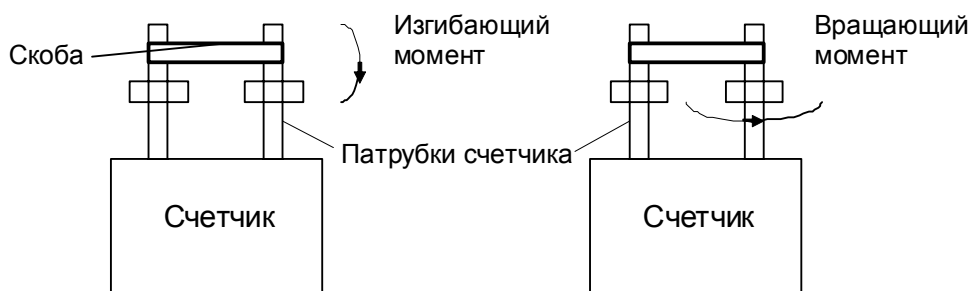

Рис. 2
- 4.1. На трубопровод должны быть приварены соосно с трубопроводом и параллельно друг другу две трубки с накидными гайками (для обеспечения соосности сварка проводится с помощью специального кондуктора). Для обеспечения заданного межосевого расстояния между трубами на трубопроводе крепится скоба (см. рис. 2), которая воспринимает изгибающие усилия от трубопровода и обеспечивает отсутствие на патрубках счетчика изгибающих усилий.
- 4.7. При установке счетчика изгибающий момент, который может возникнуть на патрубках счетчика вследствие деформации трубопровода, не должен превышать 20 Н·м (см. рис. 2).
- 4.8. Затягивание накидных гаек необходимо выполнять динамометрическим ключом. Вращающий момент не должен превышать 70 Н·м (см. рис. 2).